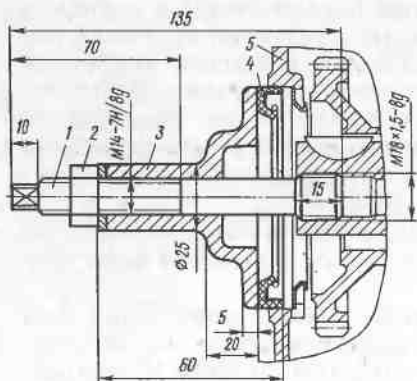

Рис. 85. Запрессовка передней манжеты коленчатого вала:
**Установка крышки распределительных шестерен.** Надевают на направляющие штифты крышки прокладку 31 (см. рис. 38). Смазывают конец балансирного вала, устанавливаемого в подшипник 43, моторным маслом, устанавливают крышку 34 распределительных шестерен и закрепляют ее на картере болтами. Устанавливают маслоотражательное кольцо 35 и запрессовывают манжету 40. Запрессовку передней манжеты во избежание перекоса при запрессовке следует производить с использованием специального приспособления (рис. 85).